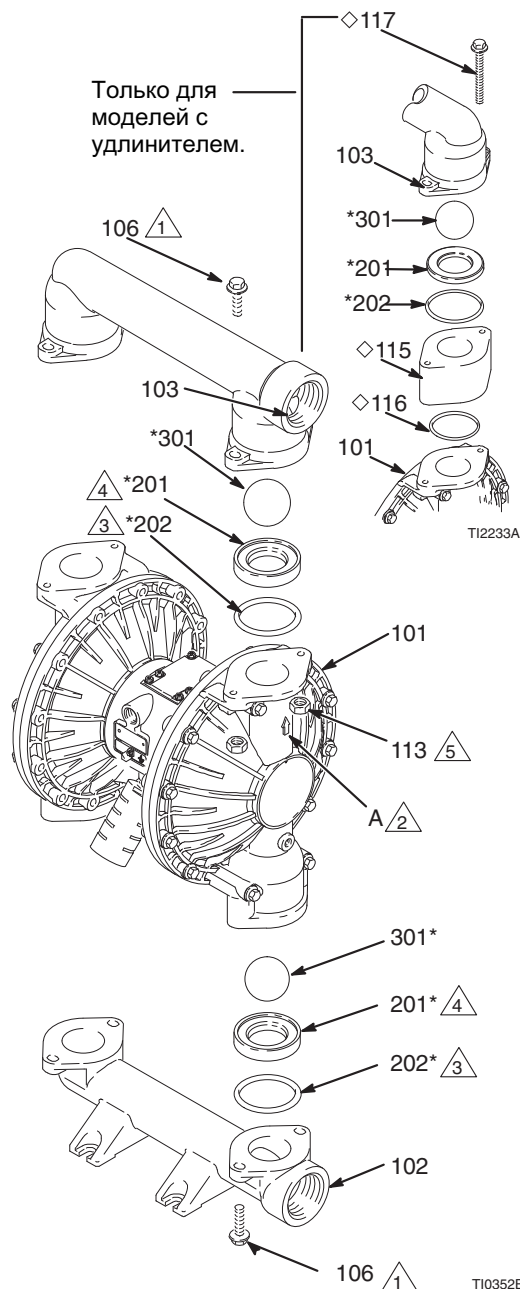

Рис. 10
3. С помощью торцевого ключа на 10 мм извлеките четыре винта (106), крепящих выпускной коллектор (103) к крышкам секции для жидкости (101). См. рис. 10.
4. Извлеките из коллектора седла (201), шары (301) и уплотнительные кольца (202).
2. Соберите в обратном порядке, соблюдая все примечания, указанные на Рис. 10. Убедитесь в том, что шаровые клапаны собраны в точном соответствии с изображениями. Стрелки (A) на крышках (101) секции подачи жидкости должны указывать на выпускной коллектор (103).